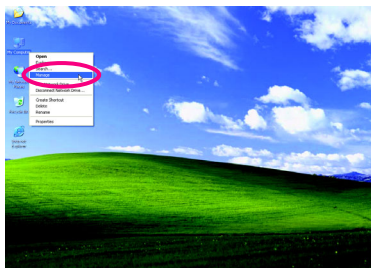
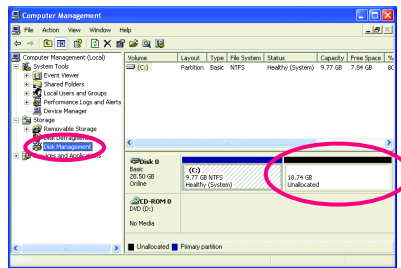

図 4
図 5
4. オペレーティングシステムのインストール後、デスクトップのマイコンピュータアイコンを右クリックし、**管理**を選択します(図4)。**コンピュータ管理**に移動して、ディスクの割り当てをチェックします。Xpress Recovery2 はバックアップファイルを割り当てられていないスペースに保存します(上の黒いストライプ)(図5)。割り当てられていないスペースが不十分だと、Xpress Recovery2 はバックアップファイルを保存できません。